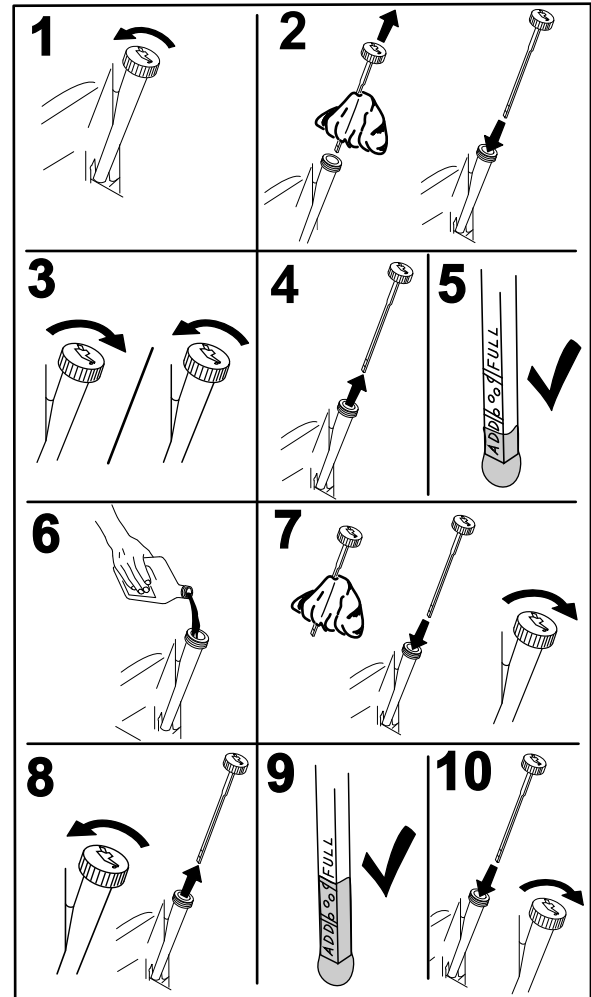

Figure 36
2. Avant de quitter la position de conduite, coupez le moteur, enlevez la clé de contact et attendez l'arrêt de toutes les pièces mobiles (Figure 36).